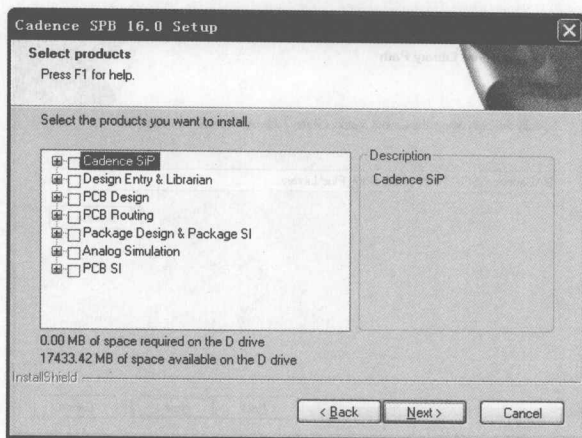

图1-19 选择产品对话框
(15) 将文本框内容更改为“D:\Cadence\SPB\_16.0”，单击 **Next >** 按钮，出现选择产品对话框，如图 1-19 所示。